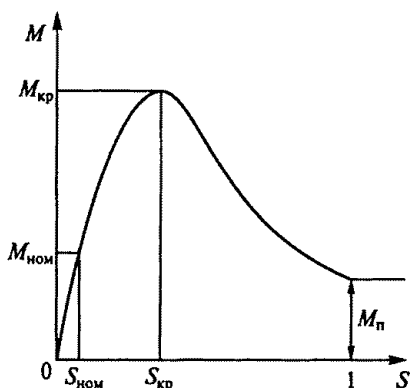

Рис. 217
9.16. Какая часть механической характеристики асинхронного двигателя (рис. 217) является рабочей?